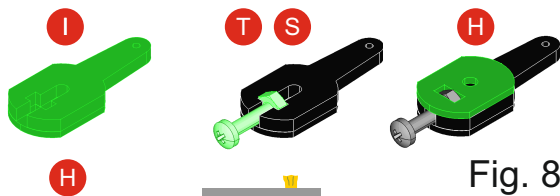

Fig. 8
4) Sovrapporre le parti I+H+I chiudendo al loro interno il dado S e la vite T come mostrato in fig. 8. Montare la biella alla leva J bloccandole al gruppo I+H+I con i tondini V. Questi andranno schiacciati con una pinza al fine di deformarli nelle stremità in modo che non possono sfilarsi dai fori di giunzione. La parte così assemblata prende il nome As1.